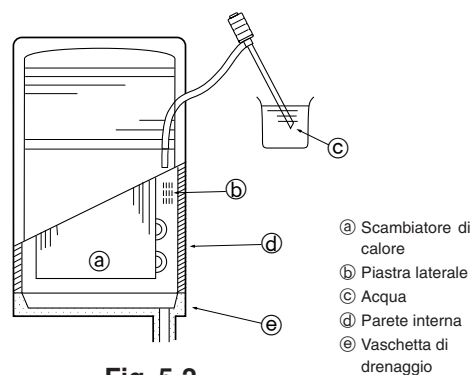

Fig. 5-2
5.2. Controllo dello scarico del drenaggio (Fig. 5-2)